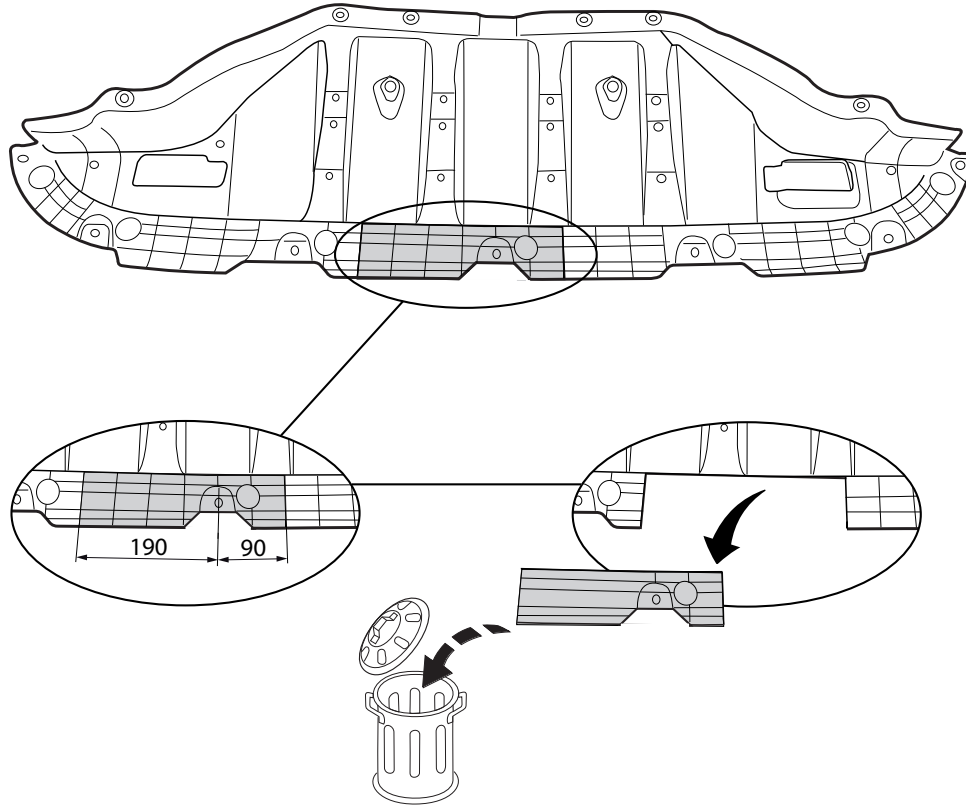

Fig. 5
11. Выпилить часть из пластмассового защитного колпака в середине снизу, как указано на рис. 5.